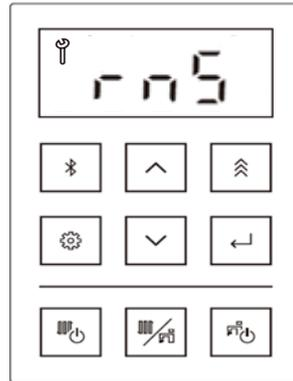

Figura 130
10. Una vez transcurridos 60 minutos de lavado, la pantalla muestra "rnS" (enjuague) (figura 130) y se escucha un pitido.